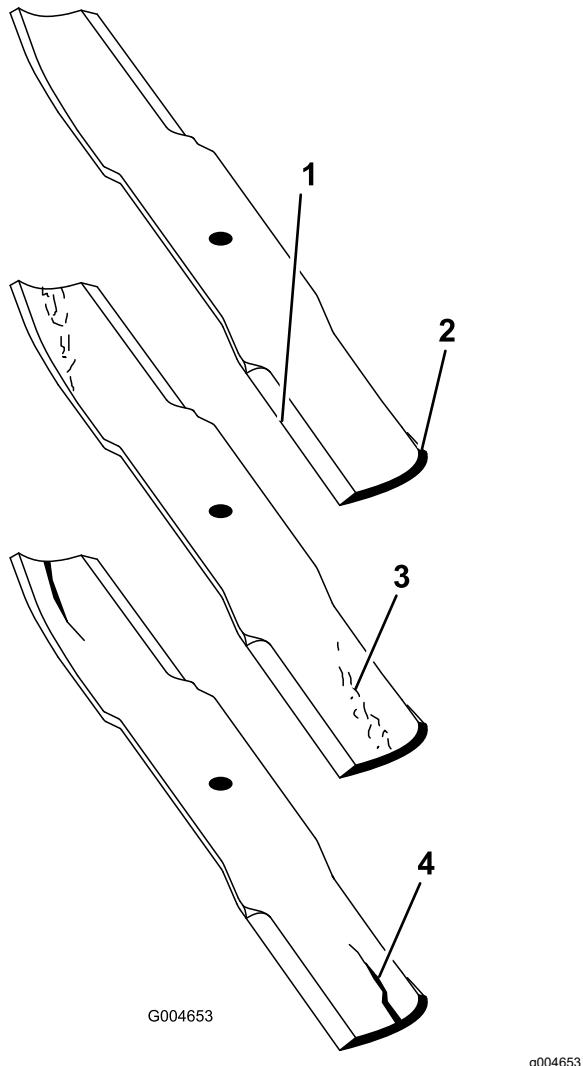

Figure 85
- Examinez attentivement les tranchants de la lame, particulièrement au point de rencontre de la partie plane et de l'ailette (Figure 85).
**Remarque:** Le sable et les matières abrasives peuvent éroder le métal à cet endroit, c'est pourquoi il est important de contrôler l'état de la lame avant d'utiliser la machine. Remplacez la lame si elle est usée (Figure 85).